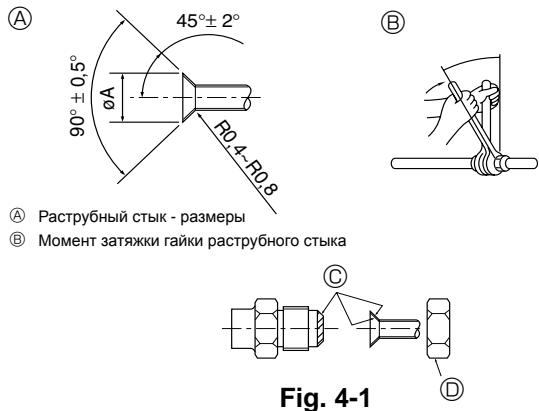

Fig. 4-1
(A) (Fig. 4-1)
(B) (Fig. 4-1)
4.2. Соединение труб (Fig. 4-1)
- Нанесите тонкий слой масла хладагента на контактную поверхность труб и соединений перед тем, как затягивать гайку с фланцем. ④
- Для затягивания трубных соединений используйте два гаечных ключа. ⑤
- Нанесите машинное масло охлаждения на всю поверхность области присоединения муфты. ⑥
- Используйте гайки раструбного стыка для следующего размера трубы. ⑦